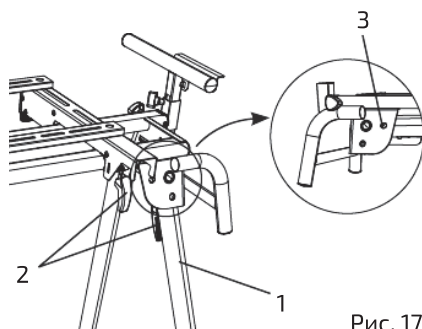

Рис. 17
1. Приподнять стойку со стороны ручки и сложить ножку стойки (1), поместив блокировочный рычаг ножки стойки в верхний слот (3) (рис. 17).